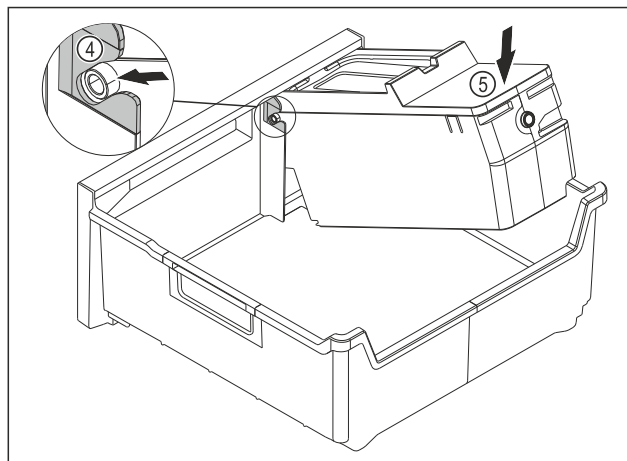

Fig. 95
- ▶ Montaż korpusu EasyTwist-Ice: Wsunąć osie korpusu EasyTwist-Ice w prowadnice Fig. 95 (4).
- ▶ Docisnąć korpus EasyTwist-Ice Fig. 95 (5) z tyłu do dołu.